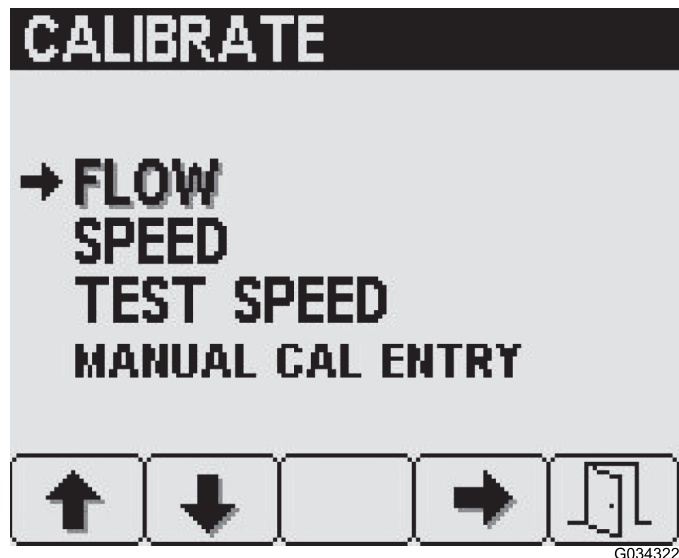

图21
2. 要访问 Flow（流量）屏幕，按下 Calibration（校准）屏幕上的 4 号按钮（图21）选择 Flow（流量）。
2. 要访问 Speed（速度）屏幕，按下 Calibration（校准）屏幕上的 2 号按钮，直至到达 Speed（速度），然后按 4 号按钮（图21）选择 Speed（速度）。